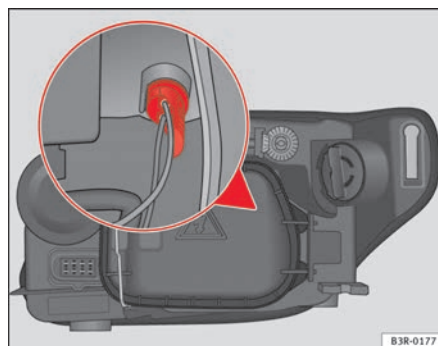

Fig. 217 Lampadina Luci di posizione
- Estrarre il portalampada afferrandolo per l'impugnatura ⇒ fig. 217 (si può estrarre anche tirando i cavi del portalampada).